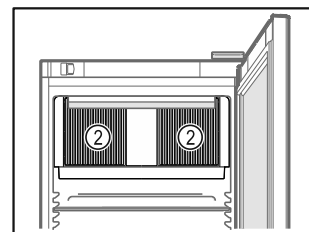

Fig. 63
- ❑ A belső térben lévő keringető ventilátor szellőzőnyílásait Fig. 63 (2) tartsa szabadon.